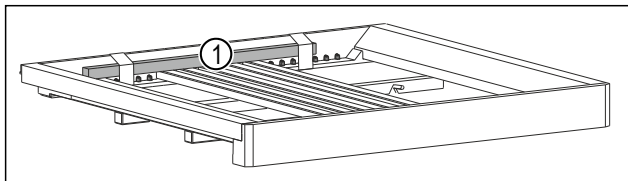

Fig. 3 *
- ▶ Odstranite leseno palico Fig. 3 (1)*